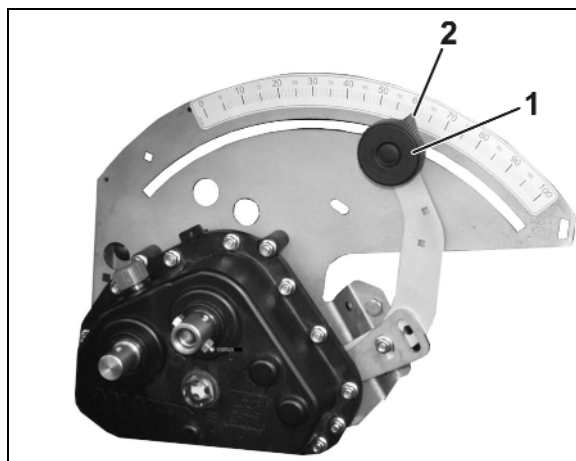

Рис. 93
4. Проконтролируйте норму внесения удобрения: установите лоток под дозатор удобрения (Рис. 93).